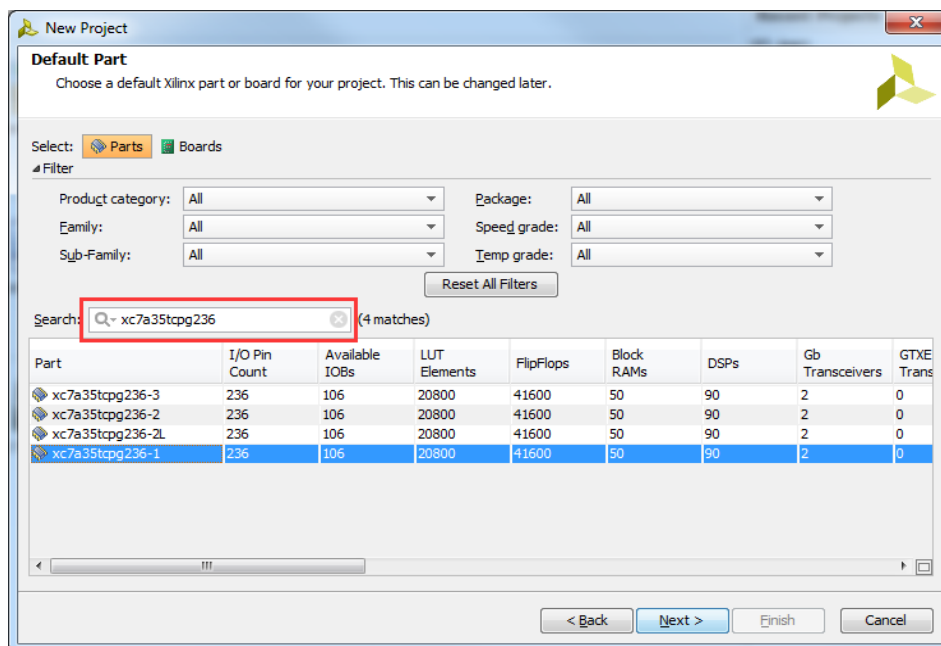

图 2-5 板卡选型
5) 在器件板卡选型界面中, 如图 2-5, 在 Search 栏中输入 xc7a35tcpg236 搜索本次实验所使用的 Basys3 板卡上的 FPGA 芯片。并选择 xc7a35tcpg236-1 器件。(器件命名规则详见 xilinx 官方文档) 点击 Next。